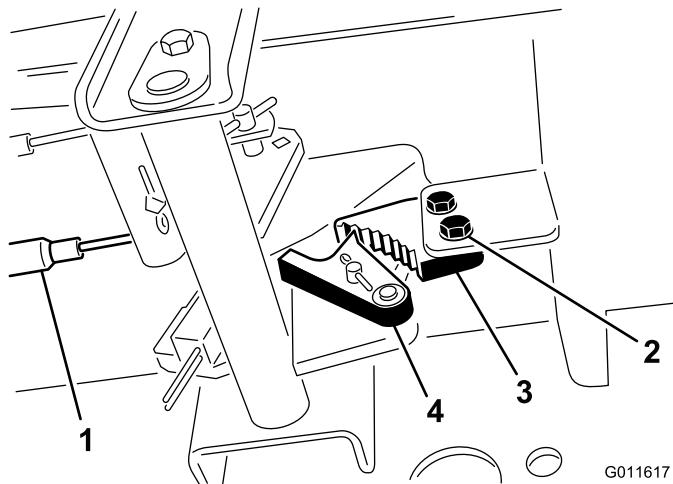

Figure 74
- Desserrez les 2 vis qui fixent le cliquet du frein de stationnement au châssis (Figure 74).
- Appuyez sur l'avant de la pédale du frein de stationnement jusqu'à ce que le verrou s'engage complètement sur le cliquet du frein (Figure 74).